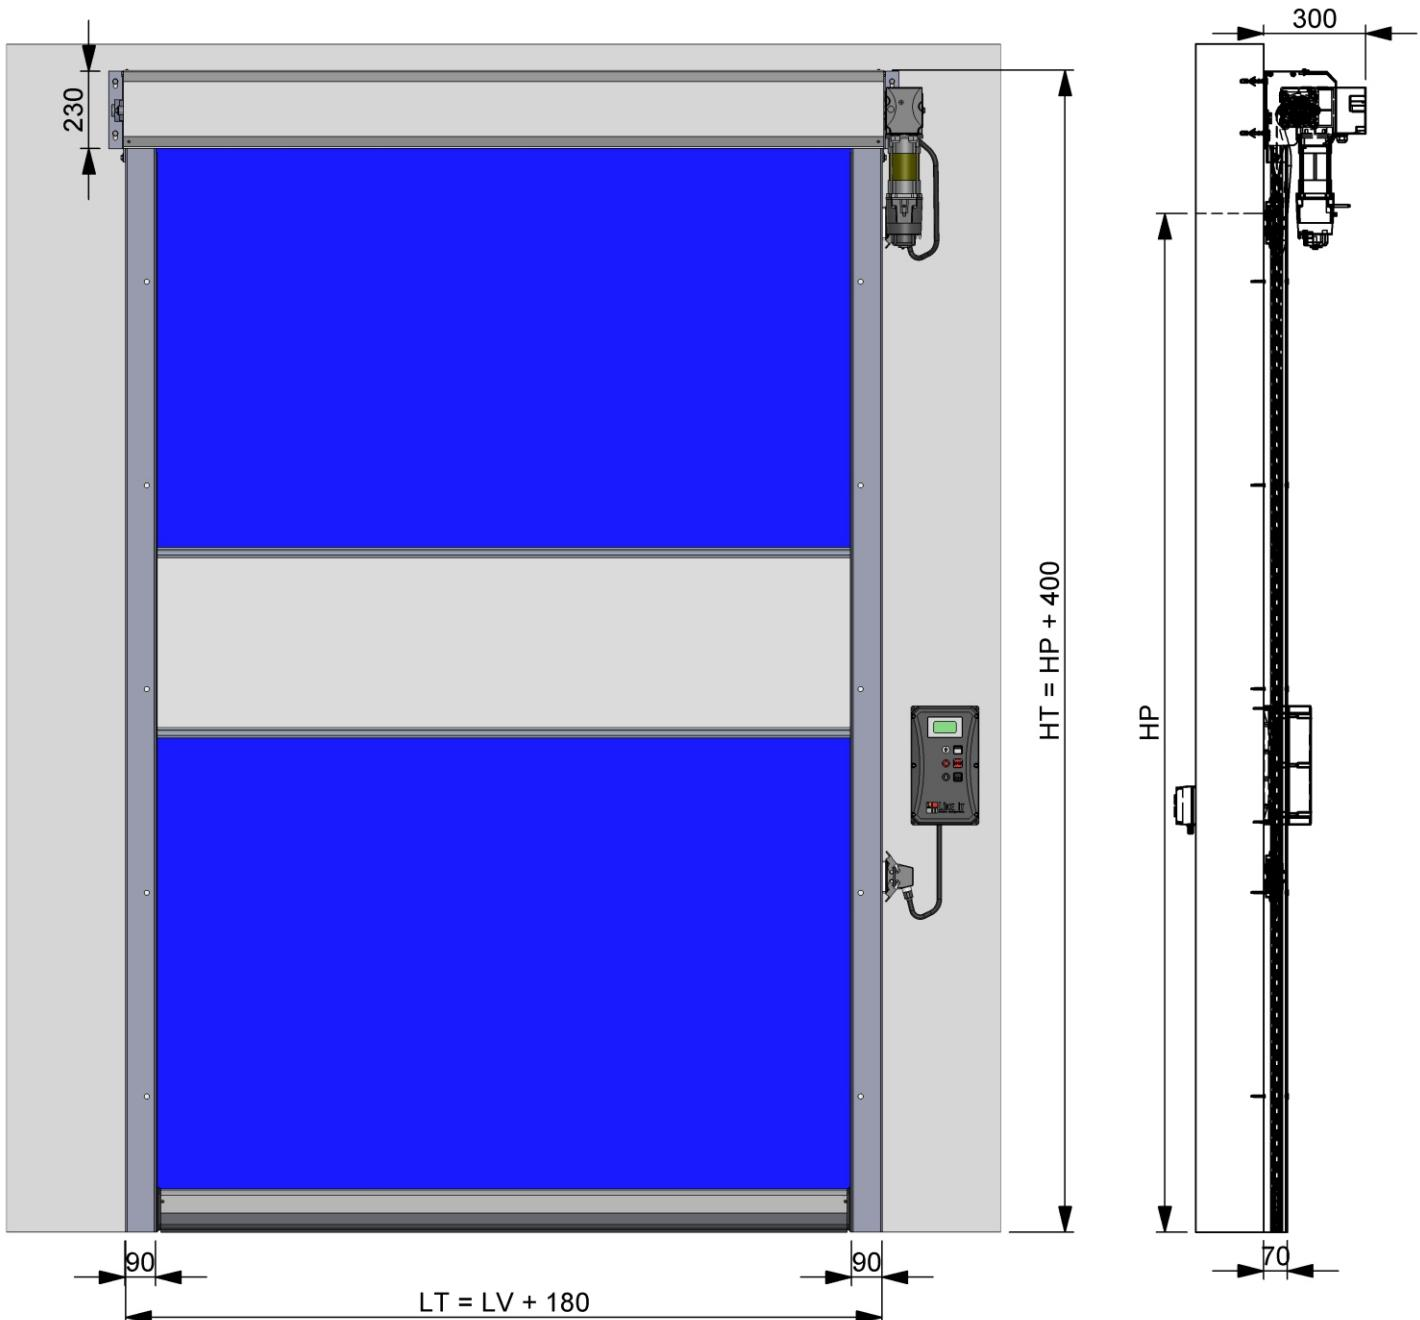

Figura 2: Vista geral da porta e ligação do motor com a guia vertical
- Fixar as guias verticais esquerda e direita (figura 2, ponto **(B)**) à parede utilizando os parafusos trifon M6x50 e buchas de plástico M6, nos orifícios que existem em cada guia vertical tal como é indicado na figura 4 e 5, aplicando depois a tampa.